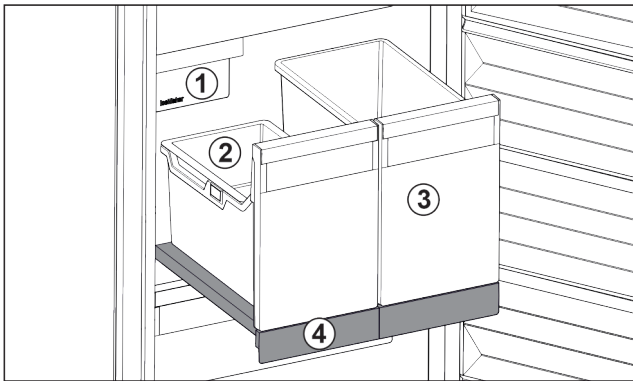

Fig. 32 Витяжна панель IceTower
- (1) IceMaker
- (2) Підвісний лоток для кубиків льоду
- (3) Резервуар наприклад для піци, алкогольних напоїв
- (4) Витяжна панель
На витяжній панелі є два високих резервуари (IceTower). В резервуарі Fig. 32 (2) кубики льоду з IceMaker збираються та зберігаються. Резервуар Fig. 32 (3) придатний для зберігання високих харчових продуктів, таких як піца та алкогольні напої.